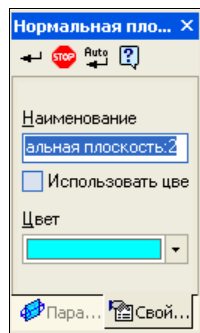

Рис. 18.4. Панель свойств:
- на вкладке **Свойства** (рис. 18.4) в окне **Наименование** можно задать ее новое название, а в окне **Цвет** — другой цвет;